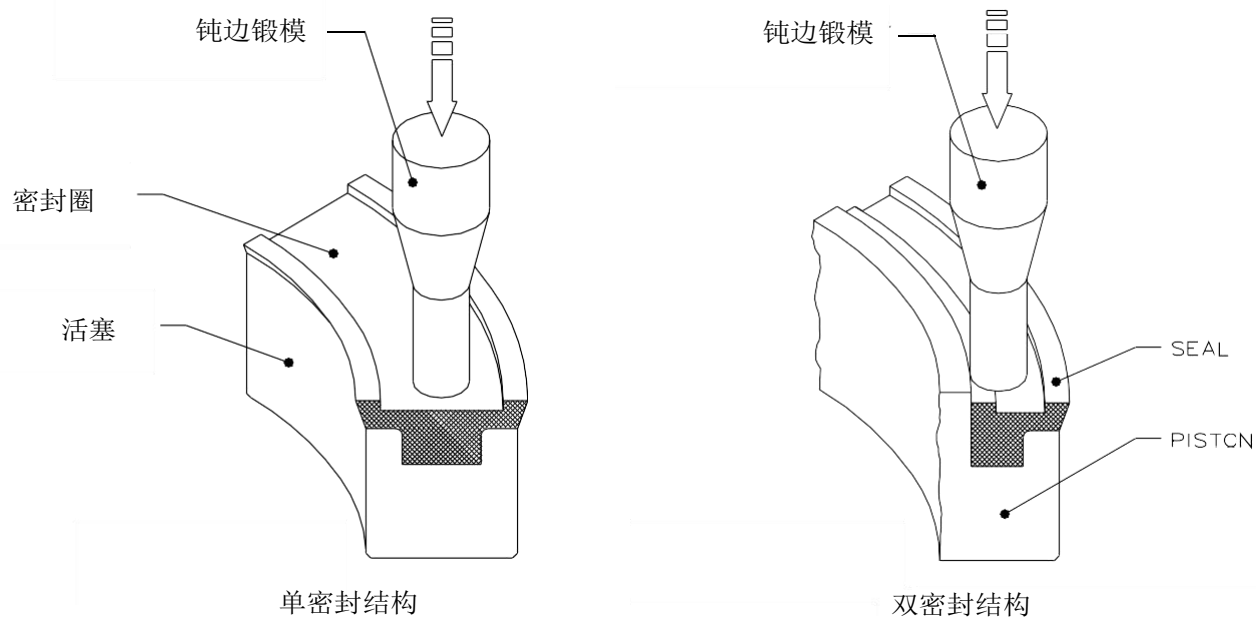

图8B：啮合密封固定夹
- d) 按照图 8B 所示的位置，使用钝头锻模将密封件外围向下按压，以啮合密封件固定夹。当密封件完全啮合时，会感觉到“咔嗒”一声。